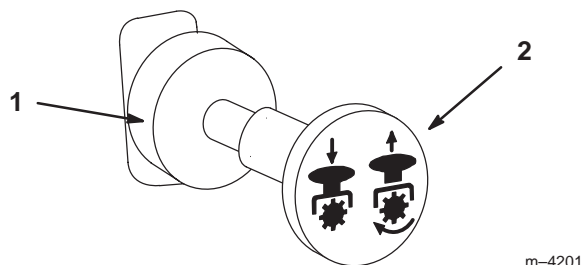

Figure 14
3. Tirez sur la commande de prise de force (PDF) pour l'engager (Fig. 14).
Repoussez la commande de PDF pour la désengager (Fig. 14).